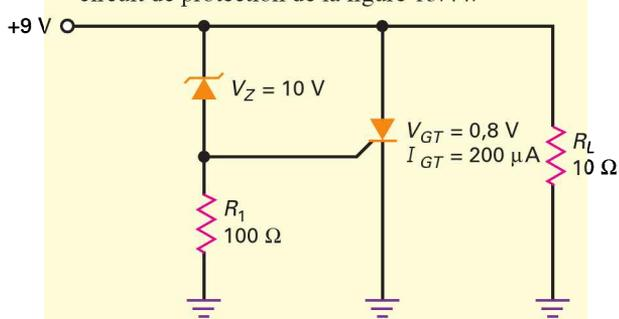

Figure 13.44
13.15 Calculez la tension de l'alimentation qui déclenche le circuit de protection de la figure 13.44.
13.16 Si la diode Zener de la figure 13.44 a une tolérance $\pm 10\%$ et si la tension de déclenchement peut atteindre 1,5 V, quelle est la tension maximale de l'alimentation qui déclenche la protection ?
13.17 Si la tension Zener de la diode de la figure 13.44 passe de 10 V à 12 V, quelle est la tension qui déclenche le SCR ?
13.18 La diode Zener de la figure 13.44 est remplacée par une diode 1N4741A. Quelle est la tension de l'alimentation qui déclenche la protection ?